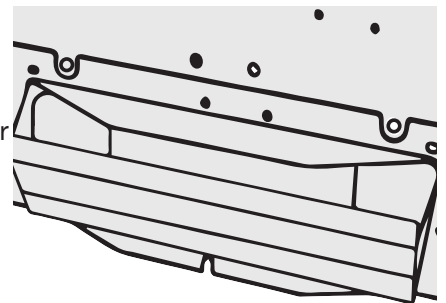

Figure 2
- Si la ventilation supérieure circulaire (verticale) est nécessaire, installez simplement le régulateur de tirage rectangulaire fourni (Voir figure 2). Brancher la canalisation sur le régulateur.